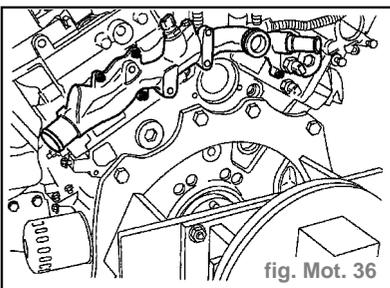

fig. Mot. 36
- les fixations du tube d'eau sur les deux culasses, (fig. Mot. 36)